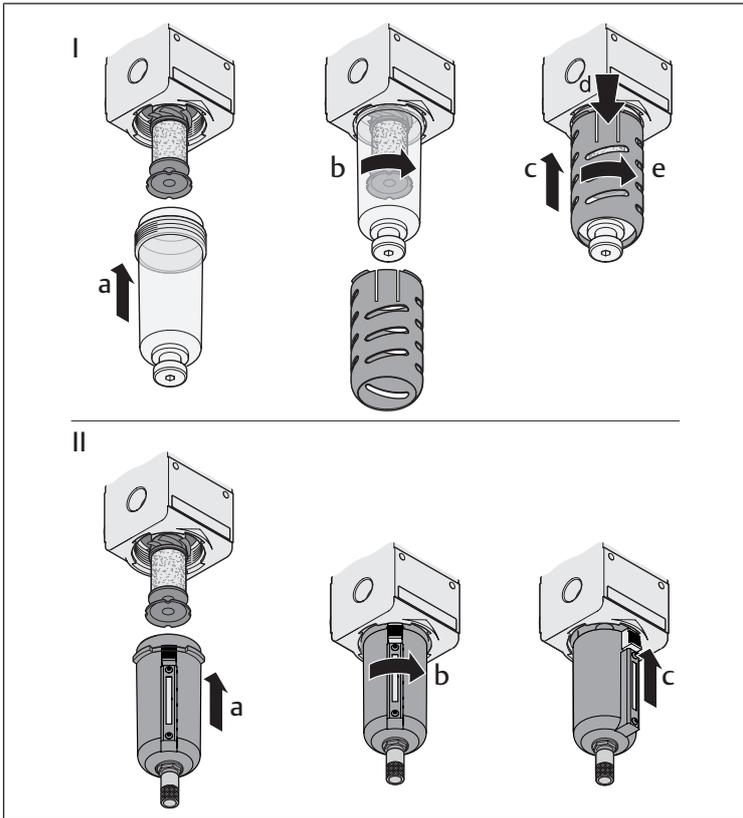
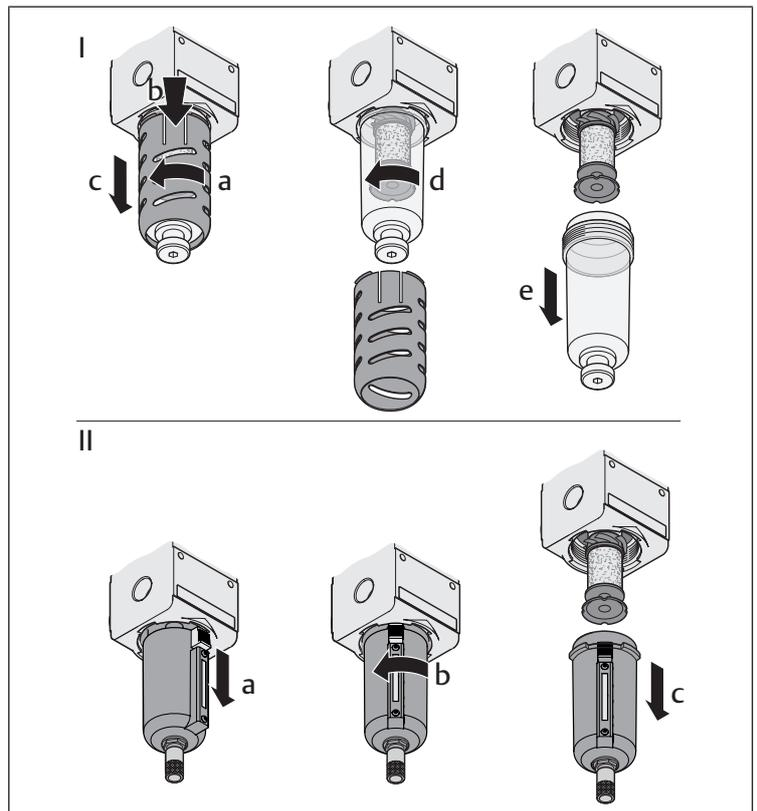

Bild 2: Montera behållare och behållarskydd
Bild 6: Demontera behållare och behållarskydd
► Lossa skyddskåpan, om sådan finns, (→ Bild 6 I a, b) och dra av den nedåt (→ Bild 6 I c).	–
► Skruva ut behållaren (→ Bild 6 d) ur huset.	Dra ner upplåsningen (→ Bild 6 II a), vrid först behållaren åt vänster (→ Bild 6 II b) och dra sedan av den nedåt (→ Bild 6 II c).
► Montera tillbaka den nya behållaren med sensorn, och behållarskyddet om sådant finns, i omvänd ordningsföljd mot beskrivningen på bild → Bild 6 I (se även → Bild 2 I).	Montera tillbaka den nya behållaren med sensorn igen i omvänd ordningsföljd mot vad bild → Bild 6 II visar (se även → Bild 2).